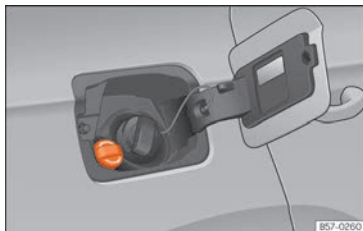

Fig. 302 Tapón de la boca de llenado del depósito de AdBlue.
- Abra la tapa del depósito » fig. 302.
- Desenrosque la botella en el sentido contrario al de las agujas del reloj y extraígalas hacia arriba con cuidado » ❶.
- Gire el tapón de cierre de la boca de llenado de SCR hacia la izquierda » fig. 302.